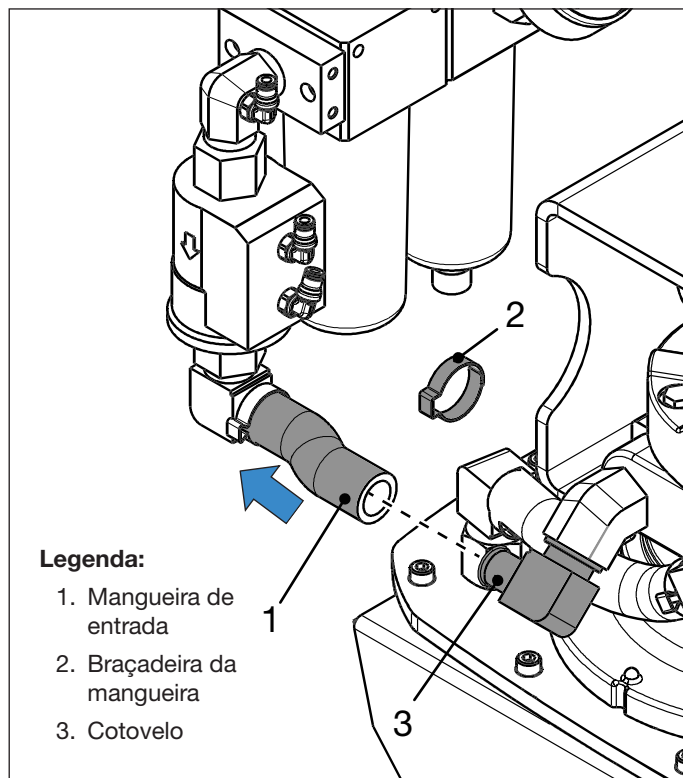

Figura 15: Mangueira de entrada do motor a ar
6. Remova a bráçadeira e a mangueira de entrada do cotovelo na porta de entrada do motor a ar. Veja Figura 15.
20. Posicione o conjunto de filtro/regulador/lubrificador dentro do skid de proteção. Conecte a mangueira de entrada do motor a ar no cotovelo na porta de entrada do motor a ar. Prenda com uma nova bráçadeira. Veja Figura 15.